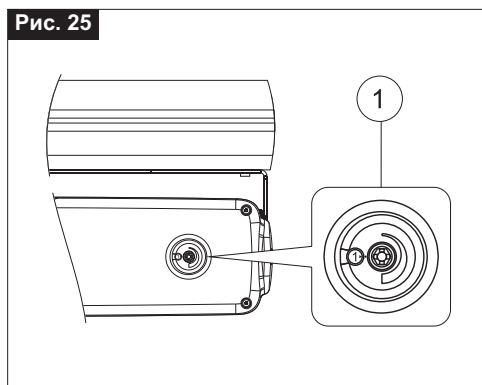

Рис. 26
- 2) **Рис. 26-** Начертите карандашом центральную линию "У" на раме и створке;